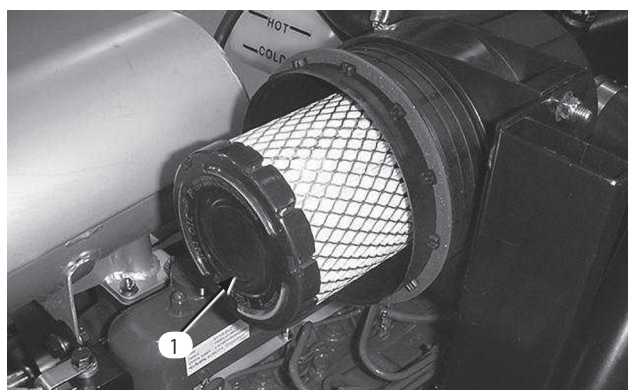

図45
- 1次フィルタを取り外して交換する（図45）。エレメントを洗って再使用しないこと。洗浄によってフィルタの濾紙を破損させる恐れがある。新しいフィルタに傷がついていないかを点検する。特にフィルタとボディーの密着部に注意する。破損しているフィルタは使用しない。フィルタをボディ内部にしっかり取り付ける。エレメントの外側のリムをしっかり押さえて確実にボディに密着させる。フィルタの真ん中の柔らかい部分を持たないこと。